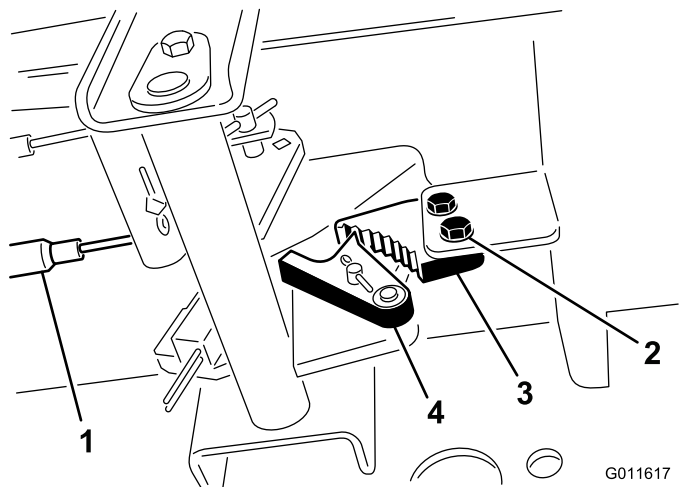

Figura 97
1. Allentate le due viti che fissano il nottolino del freno di stazionamento al telaio (Figura 97).
2. Premete in avanti il pedale del freno di stazionamento finché il fermo non s'innesta completamente nel nottolino del freno (Figura 97).